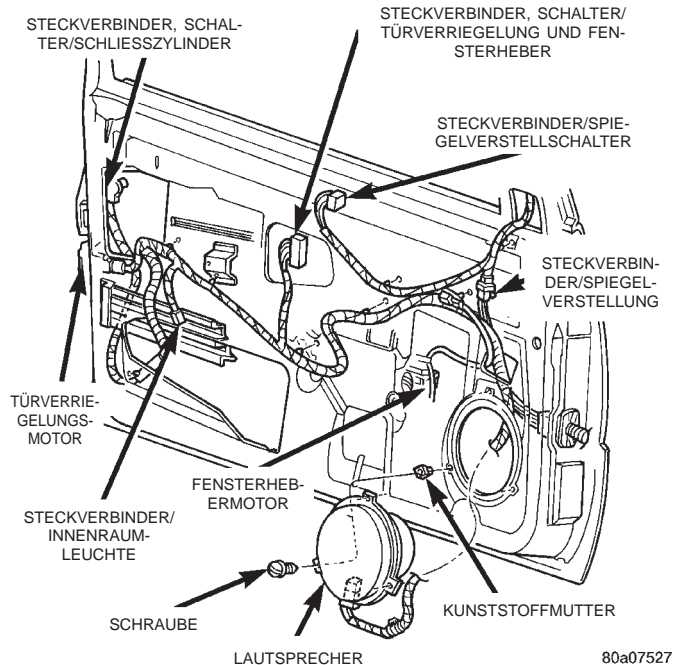

Abb. 12 Türlautsprecher vorn aus- und einbauen
(8) Verkleidung so weit vom Türinnenblech abziehen, daß die Steckverbinder von der Schaltzentrale und (je nach Ausstattung) von der Innenraumleuchte an der Tür abgezogen werden können.
(9) Die drei Schrauben lösen, mit denen der Lautsprecher am Türinnenblech befestigt ist (Abb. 12).
(10) Lautsprecher so weit vom Türinnenblech abziehen, daß der Steckverbinder des Lautsprechers abgezogen werden kann.
(11) Lautsprecher von der Tür abnehmen.
(12) Der Einbau erfolgt in umgekehrter Reihenfolge wie der Ausbau. Für die Befestigungselemente gelten die folgenden Anzugswerte: